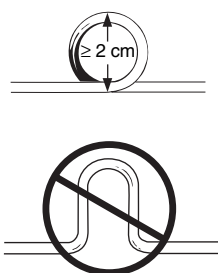

Fig 4. Linda upp överskottet.
- Linda överflödigt elektrod kropp till en rund slinga som är mer än 2 cm i diameter. Gör ingen U-formad slynga eller båge (Fig. 4). En rund slinga minskar risken för elektromagnetisk störning och dess effekter och förhindrar att elektrod kroppen viks eller skadas.